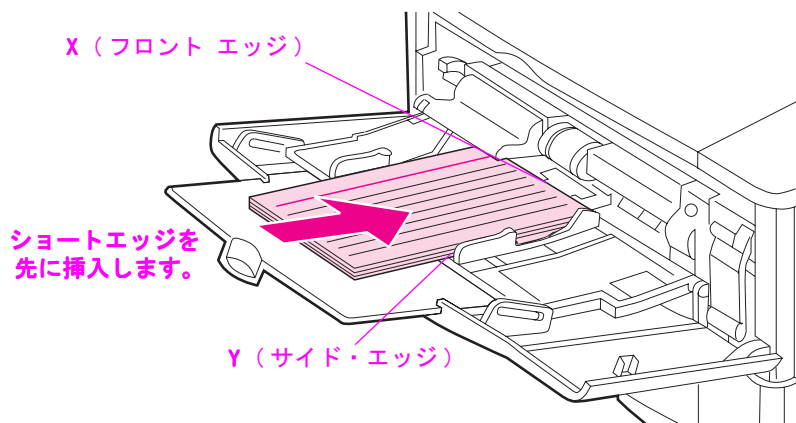

図 16
- 3 インサツ メニューから 図 16 の X 寸法 (用紙の前方辺) を設定します。X は 76 ~ 216 mm (3 ~ 8.5 インチ) の範囲の値を取ることができます。
- 4 図 16 の Y 寸法 (用紙の側方辺) を設定します。Y は 127 ~ 356 mm (5 ~ 14 インチ) の範囲の値を取ることができます。